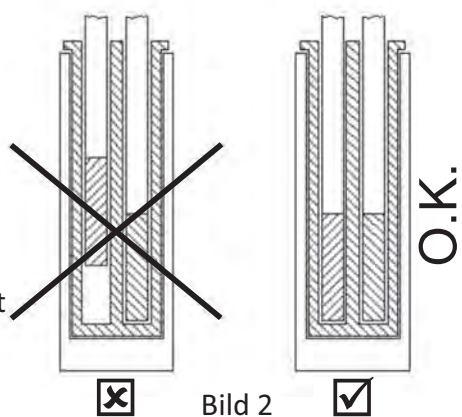
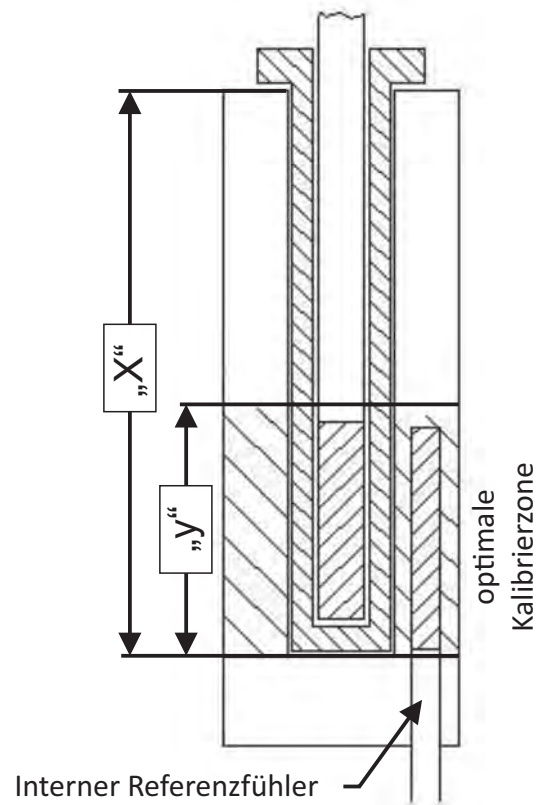

Bild 2
Bild 3
- Führen Sie den Temperaturfühler so tief wie möglich ein, möglichst bis er den Boden der Bohrung erreicht (optimale Kalibrierzone siehe Bild 3 auf der nächsten Seite).
- Wenn Sie einen externen Referenzsensor verwenden, so muss dieser genauso passend in eine weitere Bohrung mit gleicher Eintauchtiefe eingeführt werden (Bild 2). Die Position des internen Referenzfühlers sehen Sie in Bild 3 auf der nächsten Seite.
Erläuterung zu nebenstehendem Bild 3:
Der interne Referenztemperaturfühler wird zur Messung der Isttemperatur und zur Steuerung des Thermoregulators verwendet. Er befindet sich direkt im Metallblock (siehe Bild 3 in Kapitel 4).